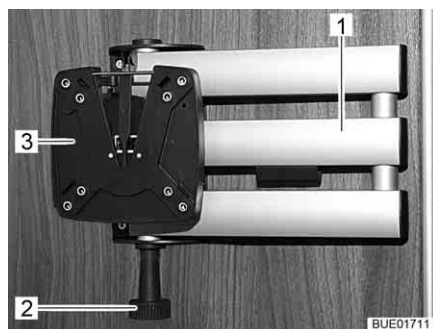

Fig. 61 Soporte con brazo articulado
- Tirar del botón de desbloqueo (Fig. 61,2). El brazo articulado (Fig. 61,1) estará desbloqueado.
- Girar la pantalla plana de regreso a la posición inicial hasta que se oiga engatillar el soporte (Fig. 61,3) en el bloqueo.